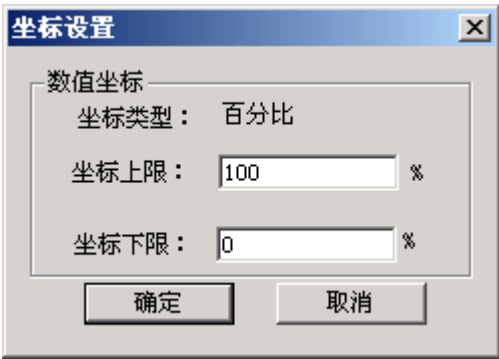

图 7-9 趋势图坐标设置对话框
- 坐标设置：点击按钮，弹出如图 7-9所示对话框，在该对话框中可以进行坐标的上下限进行设置。